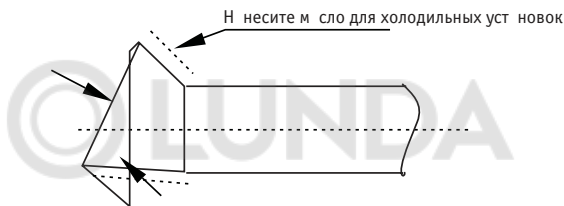

Рис. 6.3
- Перед установкой конусной г йки конус трубы не носите конусный конец трубы (внутри и снаружи) маслом для холодильных установок, не верните конусную г йку рукой три-четыре оборота , прежде чем з -тянуть г йку. См. рисунок 6.3.